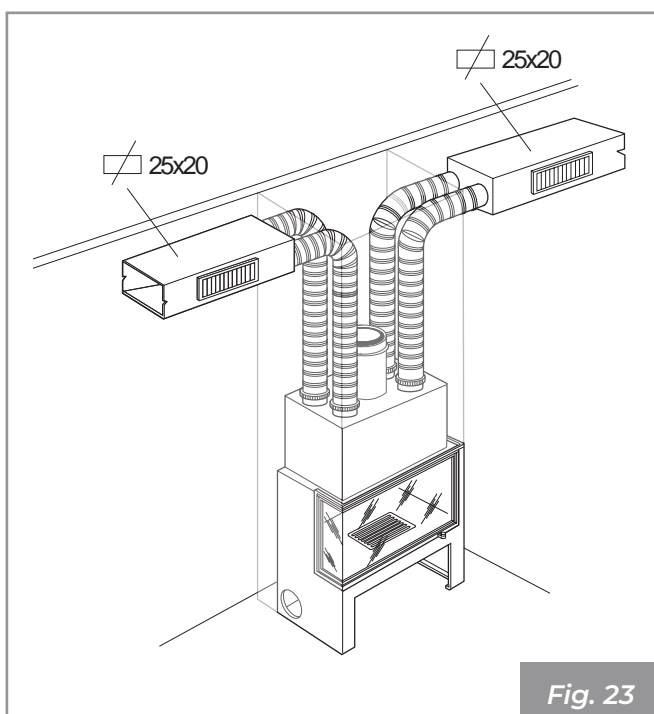

Fig. 23
- Tuyau lisse métallique - longueur jusqu'à 14 m sur une double conduite (Fig. 23).